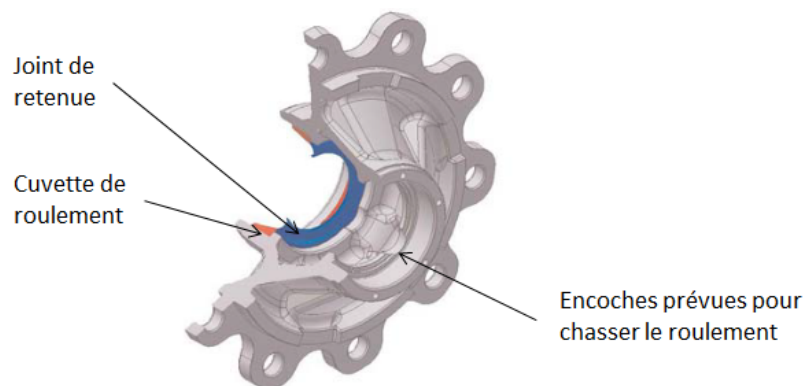

Figure 39 — Bague extérieure de roulement (cuvette)
2. Démontez les bagues extérieures des roulements, aussi appelées cuvettes, qui se trouvent à l'intérieur du moyeu (voir Figure 39).